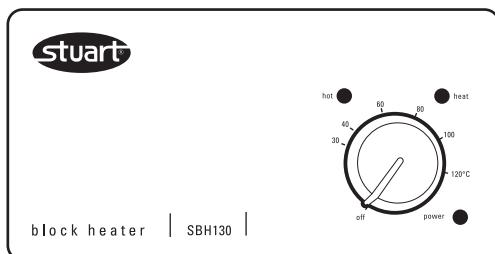

Figura 4 - panel de control analógico
2. La luz "power" se encenderá (véase la figura 4)
3. Deberá fijar la temperatura deseada mediante la rueda "heat" situada en la parte derecha del panel de control (véase la figura 4). Si gira la rueda hasta la posición "off", apagará el equipo. Asimismo, la escala que rodea la rueda le servirá como guía para fijar la temperatura deseada.
5. Si la temperatura de los bloques supera los 50 °C, la luz roja "hot" comenzará a parpadear para avisarle de que los bloques están demasiado calientes para tocarlos (véase la figura 4). La luz seguirá parpadeando incluso si apague el aparto usando la rueda del panel de control, siempre que el equipo permanezca conectado a la red eléctrica y el interruptor de la parte trasera esté en la posición "on".